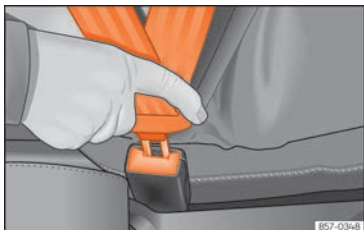

Abb. 10 Schlosszunge des Sicherheitsgurts in das Gurtschloss einstecken.
- Schlosszunge fest in das zum Sitzplatz gehörende Gurtschloss stecken »» **Abb. 10**.